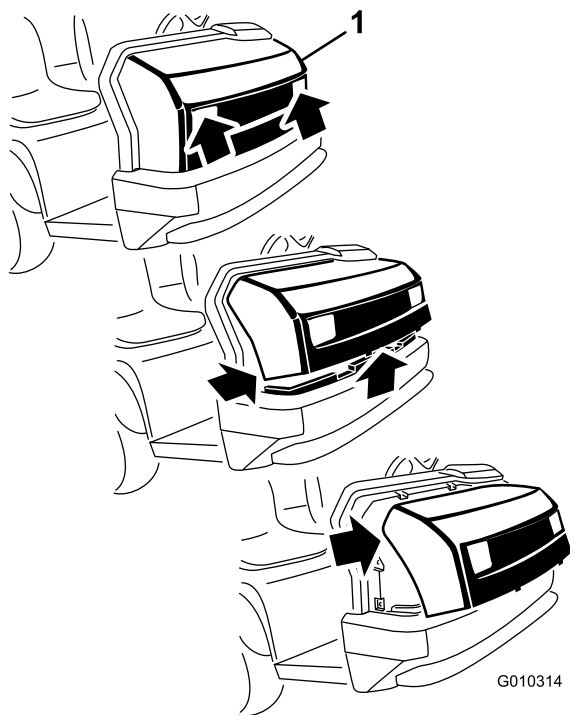

Figure 37
1. Saisissez le capot par les ouvertures des phares et soulevez-le pour dégager les pattes de fixation inférieures des fentes du châssis (Figure 37).
2. Pivotez le bas du capot vers le haut jusqu'à ce que vous puissiez dégager les pattes de fixation supérieures des fentes du châssis (Figure 37).
3. Pivotez le haut du capot en avant et débranchez les connecteurs des fils des phares (Figure 37).